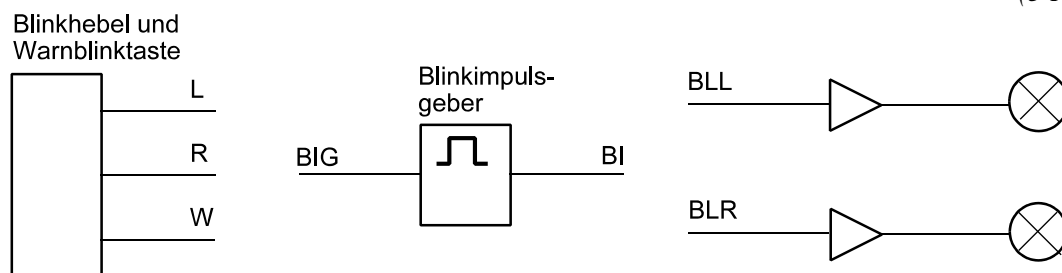

Abb. 1
1. Entwerfen Sie die Blinksteuerung für ein Kraftfahrzeug (Abb. 1). Gegeben sind die Steuersignale L, R und W vom Blinkhebel und von der Warnblinktaste. Anzusteuern sind: